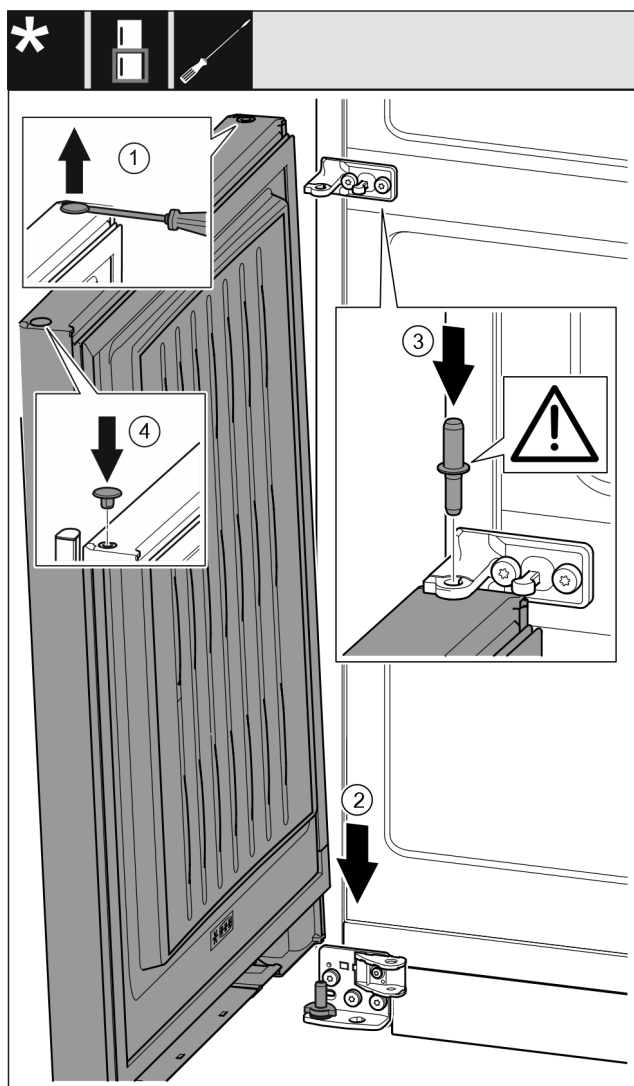

Fig. 41
- Soulever délicatement le bouchon avec un tournevis plat et le sortir. Fig. 41 (1)
- Mettre la porte par le haut sur l'axe de palier inférieur. Fig. 41 (2)
- Mettre en place l'axe de palier du milieu à travers le support de palier du milieu dans la porte inférieure. Veiller à ce que l'ergot d'enclenchement soit orienté en arrière. Fig. 41 (3)
- Remettre en place le bouchon de l'autre côté de la porte. Fig. 41 (4)